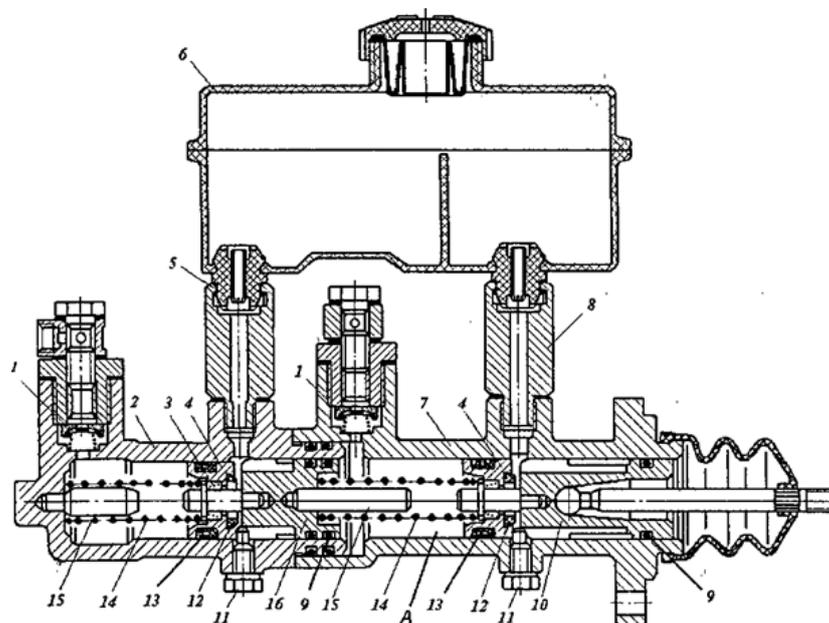

Рис. 1.19. Главный тормозной цилиндр
82. РАБОТА УСИЛИТЕЛЯ (РИС. 1.19):